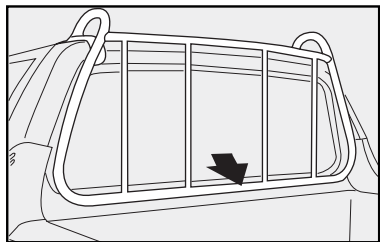
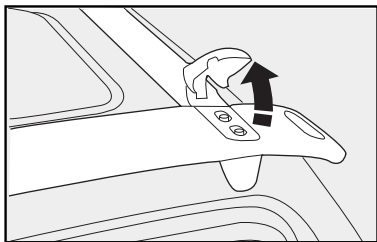

fig. 90
fig. 91
- utilice el portaescaleras **fig. 90** para apoyar y fijar correctamente los objetos más altos. En las versiones con cabina extendida, levante antes los limitadores **fig. 91**.